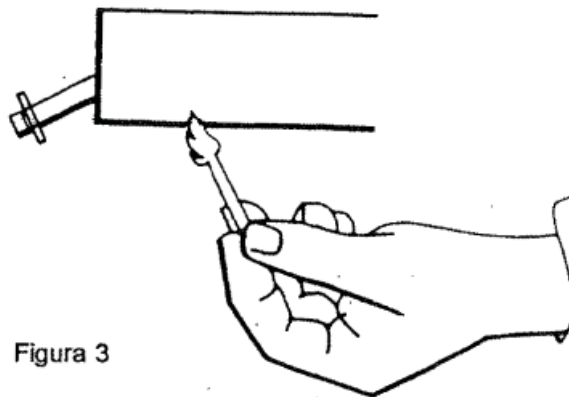

Figura 3
3. Encienda el fósforo y colóquelo bajo el carreta que se ve a través del recubrimiento. (Figura 3)
2.) Bomba (6) conectada.	2.1.) Inserte un palillo o cable pequeño en el orificio en el fondo del ensamblaje del desatascador de bronce (7) para limpiar la obstrucción. Vea la Figura 3. 2.2.) Reemplace el ensamblaje de la bomba (6).
3.) Cúpula del pistón desgastada.	3.) Reemplace el ensamblaje del pistón de bronce (7).